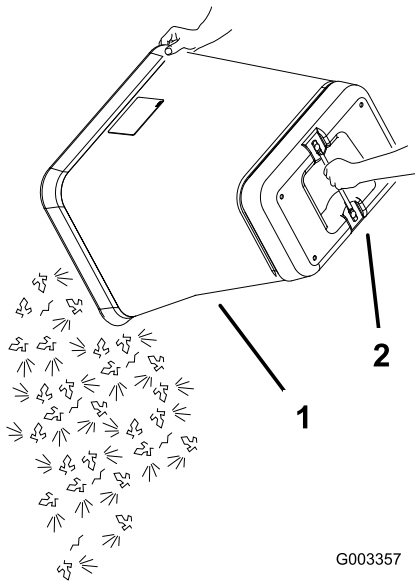

Figure 24
9. Saisissez la poignée située sous le bac et renversez ce dernier pour le vider (Figure 24).